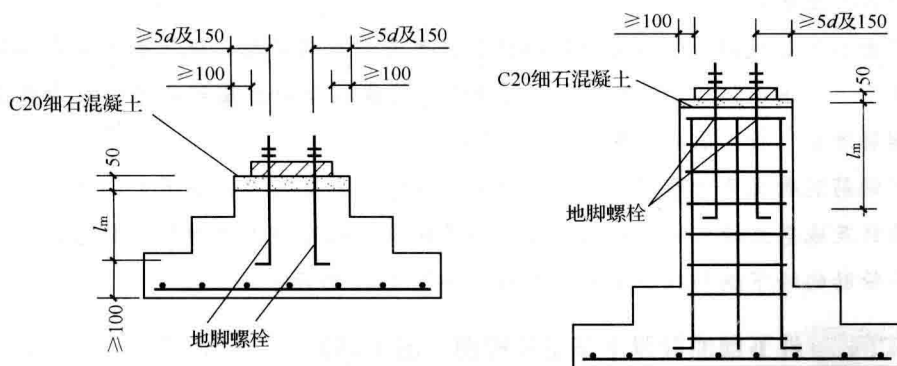

图 1-11 钢柱下单独基础图
实例三 钢柱下单独基础图 (图 1-11)
(1) 钢柱基础的柱与基础的连接构造如图 1-11 所示。基础顶部的平面尺寸应为：地脚螺栓中心至基础顶面边缘的距离不小于 $5d$ (d 为地脚螺栓直径) 及 150 mm ；钢柱底板边线至基础顶面边缘的距离不小于 100 mm 。
(2) 基础顶面设 C20 细石混凝土二次浇灌层，厚度一般可采用 50 mm 。基础高度 $h \geq l_m + 100 \text{ mm}$ (l_m 为地脚螺栓的埋置深度)。